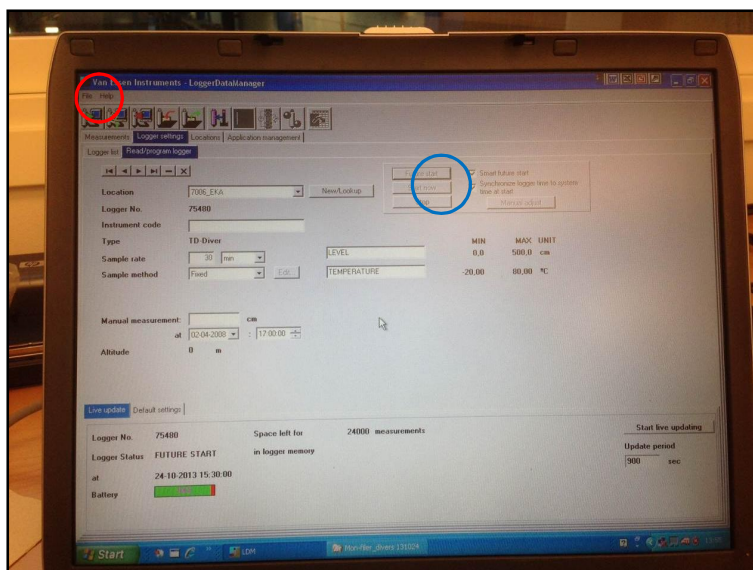

Bild 2
- Tryck först på ikonen ”Read settings from connected logger” (röd ring på **Bild 2**). Kontrollera att data stämmer, rätt diver.
- Är divers minne fullt med data har den stannat av sig själv, annars tryck på ”Stop” (blå ring **Bild 2**). Det går att överföra data utan att stanna divern, men om en mätning görs samtidigt som överföringen pågår avbryts kommunikationen mellan datorn och divern och man får göra ett nytt försök.